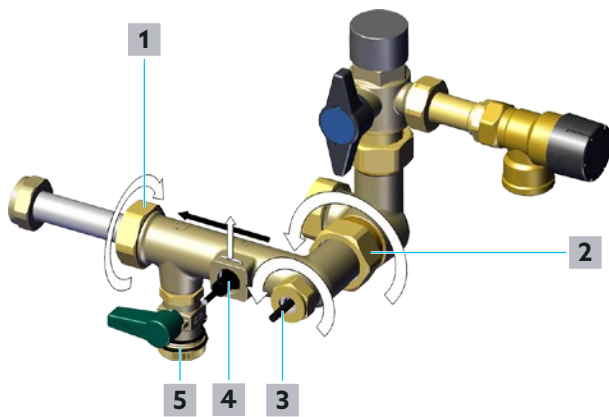

Abb. 35: Messturbine reinigen
- 7** Lösen Sie die Klammer des Volumenströmsensors (Position **4** in Abb. 35 auf Seite 38) und legen Sie diese beiseite.
- 8** Lösen Sie die Überwurfmutter des Temperatursensors Trinkwasser kalt/Zirkulation S3 (Position **3** in Abb. 35 auf Seite 38).
- 9** Ziehen Sie den Volumenströmsensor Trinkwasserkreis (Position **4** in Abb. 35 auf Seite 38) und den Temperatursensor Trinkwasser kalt/Zirkulation S3 (Position **3** in Abb. 35 auf Seite 38) vorsichtig aus der Armatur.
- 11** Lösen Sie die Überwurfmutter Trinkwasser-Vorlauf (Position **2** in Abb. 35 auf Seite 38) mit einem Maulschlüssel SW 38.
- 12** Lösen Sie die Überwurfmutter Wärmeübertragerseite (Position **1** in Abb. 35 auf Seite 38) mit einem Maulschlüssel SW 37.
Leiten Sie das fließende Wasser entgegengesetzt zur Durchflussrichtung durch die Armatur (Aus Richtung der Position **1** in Richtung der Position **2** in Abb. 35 auf Seite 38). Hierzu eignet sich insbesondere ein Wasserschlauch mit entsprechender Spritzdüse.
- 4 Bauen Sie den Volumenstromsensor Trinkwasserkreis (Position 4 in Abb. 35 auf Seite 38) und den Temperatursensor Trinkwasser kalt/Zirkulation S3 (Position 3 in Abb. 35 auf Seite 38) ein.